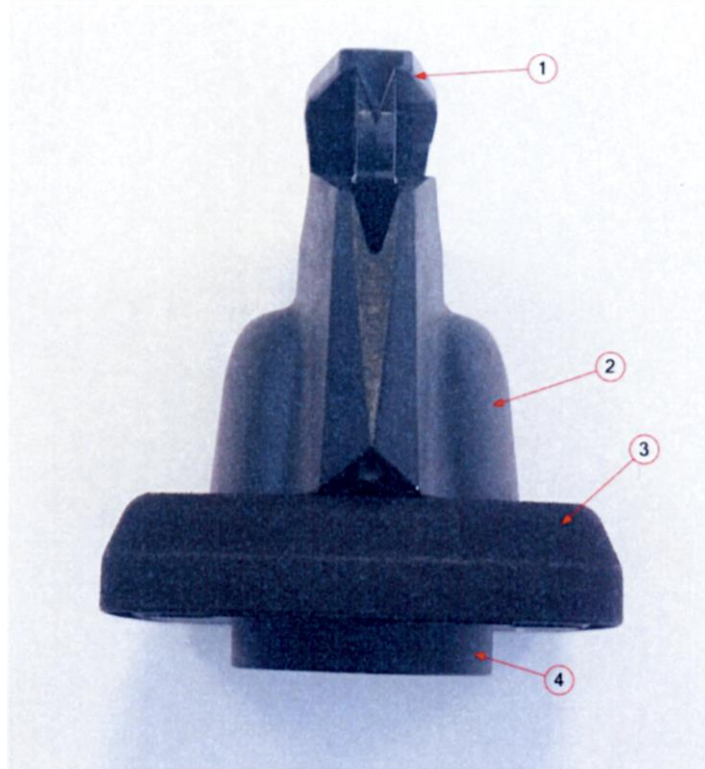

Fig. 4
- Fig. 4 – przedstawia widok rączki z przodu w stanie zablokowanym. Znajduje się na nim blokada rączki (1), uchwyt rączki (2), podstawa rączki (3) oraz pokrywa podstawy (4).